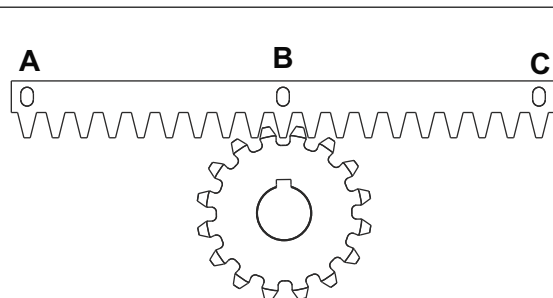
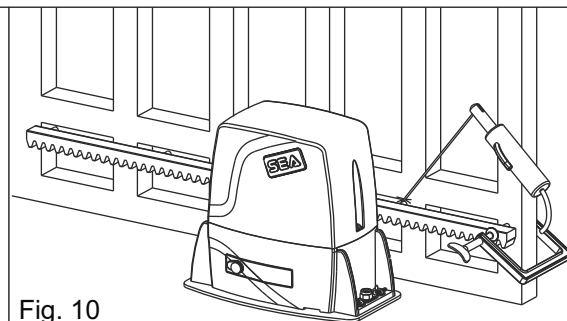

Fig. 9
Fig. 10
- 5.3.** Placer l'élément de crémaillère sur le pignon denté de l'opérateur de façon qu'il soit parallèle à le guide de coulissement au sol; le positionner comme sur la Fig. 9 et souder électriquément le cliquet central **B** à la structure du portail (Fig. 10). Déplacer manuellement le portail jusqu'à ce que le cliquet **C** soit correspondant au pignon, donc le souder électriquément. Effectuer la même opération pour le cliquet **A** après l'avoir mis en correspondance avec le pignon;